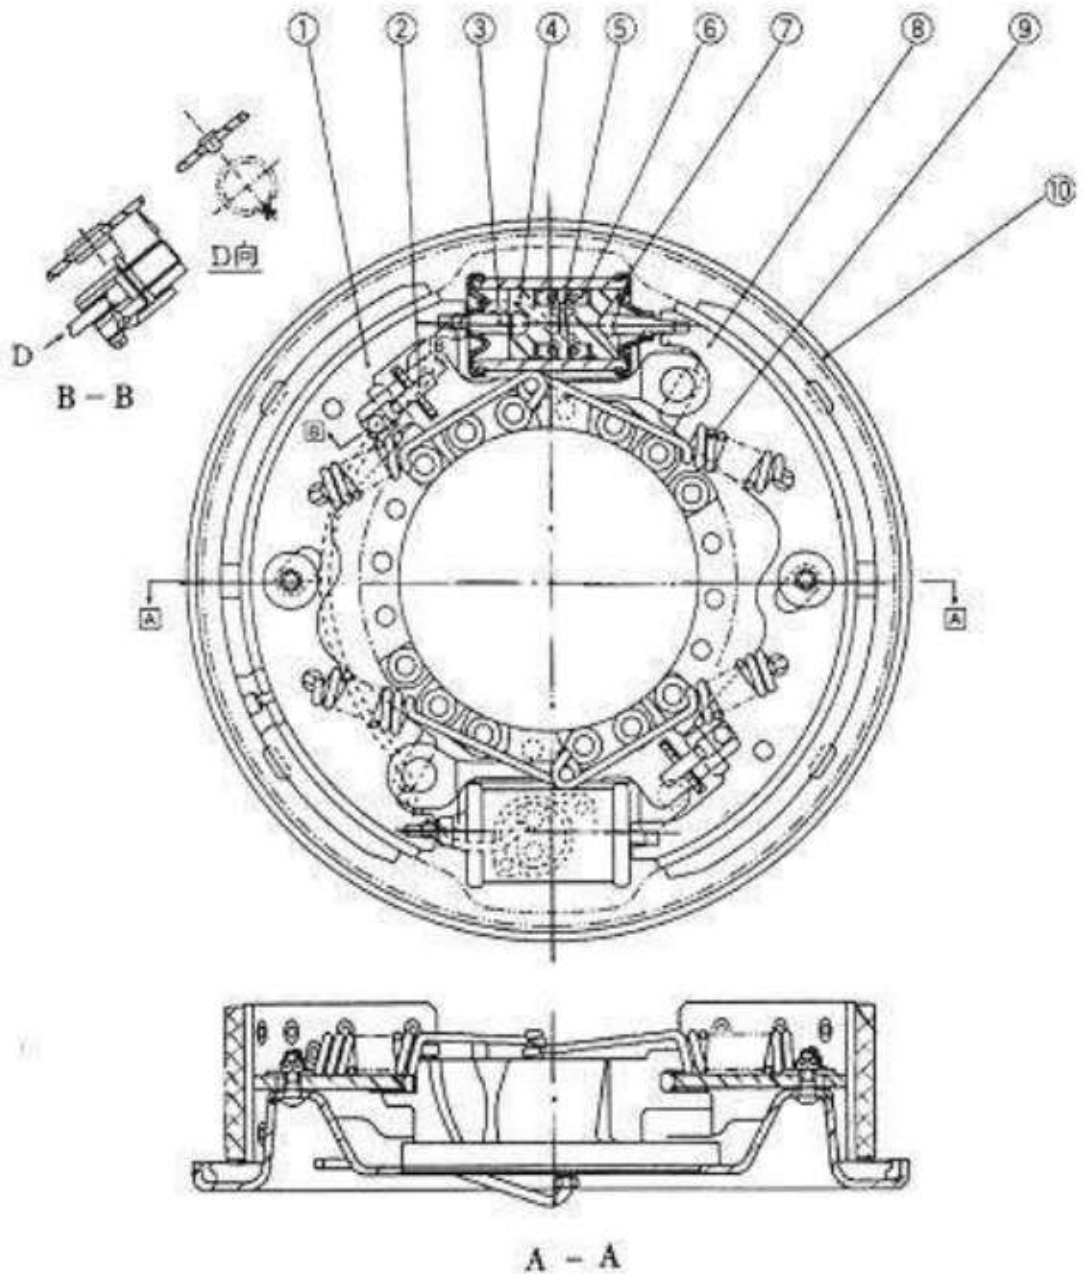

Рис. 5.9. Тормоз (для вилочного погрузчика с усилителем тормоза) :
5.4.2. Рабочий тормоз (для вилочного погрузчика с усилителем тормоза) (см. Рис. 5.9).